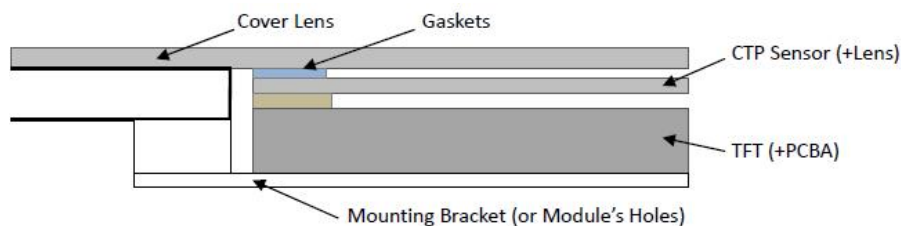

Figure 3
7.3 Additional Cover Lens Mounting (Figure 3)
7.3 覆加盖板（附图 3）